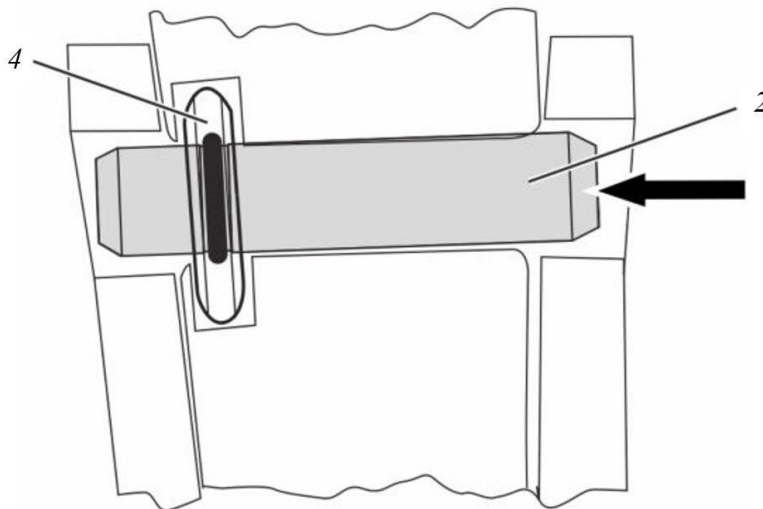

Рисунок 3.148. Запресовка пальца
- ▶ Аккуратно впрессовать палец 2 используя молоток, рис.3.148.